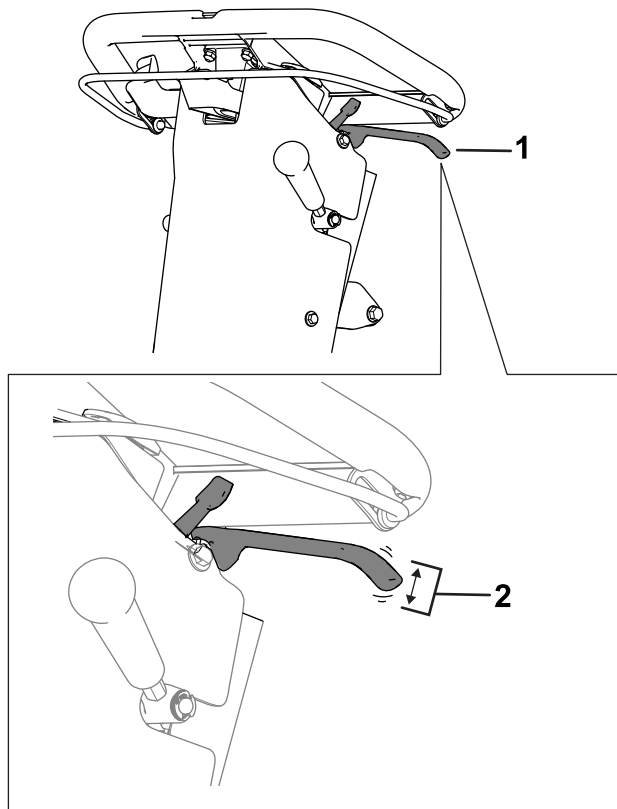

Figura 38
2. Mida la holgura al final de la palanca del freno de estacionamiento (Figura 38)